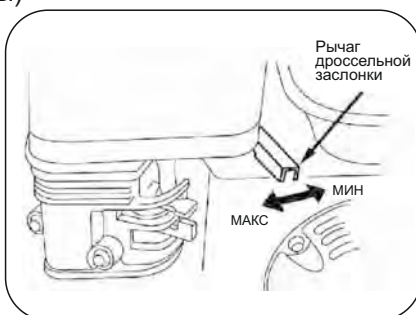

Рис. 12
- Установите рычаг дроссельной заслонки на 1/2 в сторону положения «МАКС» (рис.12)